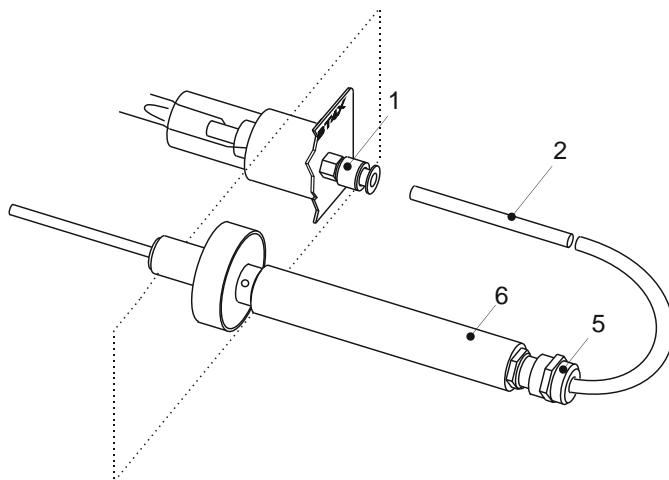
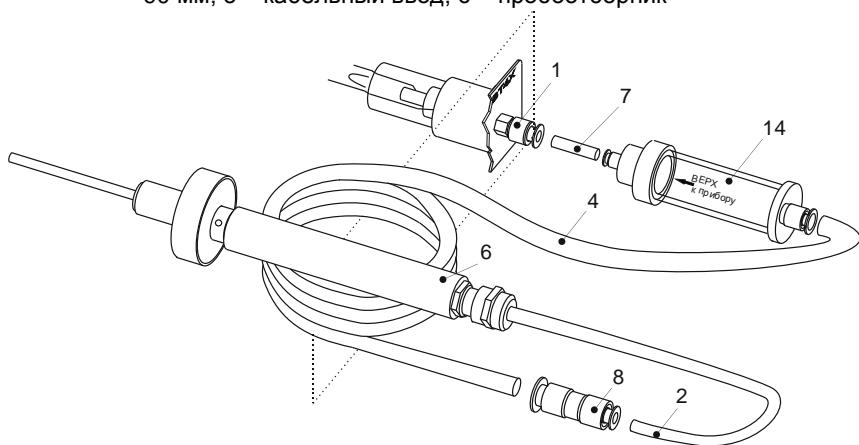

Рис. 1. Схема соединения элементов пробоотборника с газоанализатором
Рис. 2. Схема соединения удлинителя и устройства защиты детектора с газоанализатором
1.1. Отсоедините трубку фторопластовую 2 от переходника 1 (рис. 1). Соедините устройство 14 с переходником 1, используя трубку 7 (поставляется с устройством), и с удлинителем, трубку 2 соедините с переходником 8 удлинителя (рис. 2).
2.3. Для проверки чистоты устройства с помощью фторопластовой трубы 7 соедините выход устройства с входным штуцером 1 газоанализатора (см. рис. 2), а вход – с фильтром-поглотителем и включите газоанализатор. Если показания газоанализатора не превышают 5  $\text{мг}/\text{м}^3$ , устройство считается пригодным к использованию. Если показания газоанализатора превышают 5  $\text{мг}/\text{м}^3$ , следует промыть фильтр повторно и заменить мембрану.